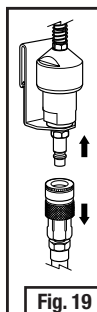

Fig. 19
1. Asegúrese que la Manguera para suministro de aire 3M™ esté conectada a la válvula reguladora de aire o conector de presión baja. Para conectar, jale hacia atrás en el extremo del socket de la manguera para suministro de aire a la vez que la inserta en el extremo del tapón del dispositivo para control de aire (Fig. 19).